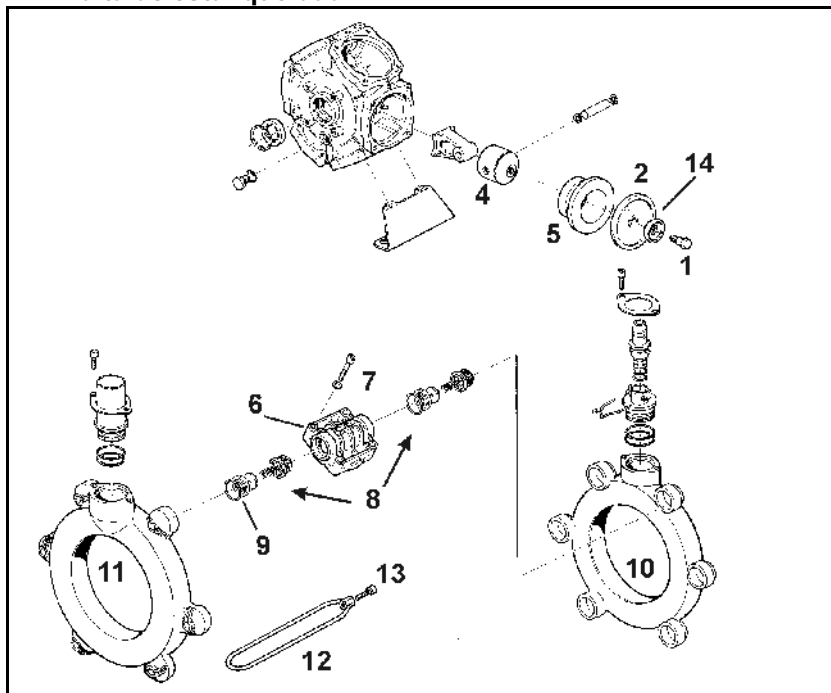

Fig. 150
- Fijar la membrana al émbolo (Fig. 150/3) con el disco de soporte (Fig. 150/1) y el tornillo (Fig. 150/4), de tal manera (Fig. 150/14) que el borde muestre hacia el lado de la culata (Fig. 150/6).
- Apretar los tornillos (Fig. 150/13) imprescindiblemente en forma cruzada con el par de apriete indicado. Apriete inadecuado de los tornillos causa tensiones y por lo tanto falta de estanqueidad.
1. Aflojar el tornillo (Fig. 150/1) y quitar la membrana de émbolo (Fig. 150/2) junto con el disco de sostén (Fig. 150/3) del émbolo (Fig. 150/4).
3. Extraer el cilindro (Fig. 150/5) de la carcasa de la bomba.
6. Colocar el cilindro (Fig. 150/5) en la carcasa de la bomba.
7. Montar la membrana de émbolo (Fig. 150/2) montieren.
8. Abridar la culata (Fig. 150/6) a la carcasa de la bomba y apretar los tornillos (Fig. 150/7) uniformemente en cruz.
9. Montar los grupos de válvulas (Fig. 150/8) después de la comprobación y limpieza.
10. Colocar nuevos anillos toroidales (Fig. 150/9).
11. Abridar el de aspiración (Fig. 150/10) y el tubo de presión (Fig. 150/11) a la carcasa de la bomba y montar el estribo de sujeción (Fig. 150/12) montieren.
12. Apretar los tornillos (Fig. 150/13) en forma cruzada con un par de apriete de 11 Nm.